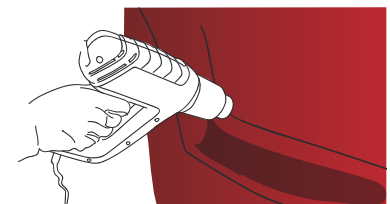

Abbildung 11
- › Sobald die Arbeit beendet ist, erhitzen Sie alle Stellen, die stark verformt wurden, auf 80 °C bis 90 °C, um das Produkt endgültig zu thermoformen. (Abb. 11)